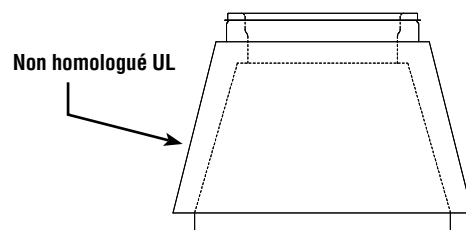

Figure 70 - Adaptateur carré à rond
1. Si la hotte est équipée d'un collier carré ou rectangulaire, un adaptateur carré à rond doit être utilisé pour connecter le conduit DIS rond à la hotte. (Voir **Figure 70**).